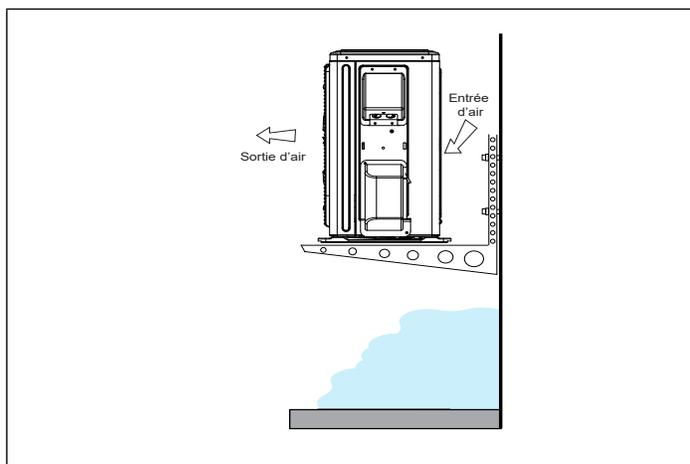

Figure 19. Unité extérieure sur supports au-dessus du niveau de la neige (typique)
- La base de l'unité doit être située au-dessus du niveau moyen de la neige comme illustré à la « Figure 19. Unité extérieure sur supports au-dessus du niveau de la neige (typique) ».